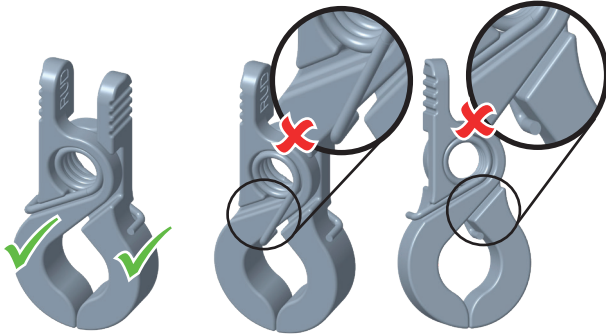

Abb. 25: Federmontage
- Schenkelfeder liegt jeweils nicht in der seitlichen Nut des Zangenverschlusses (vgl. Abb. 25).